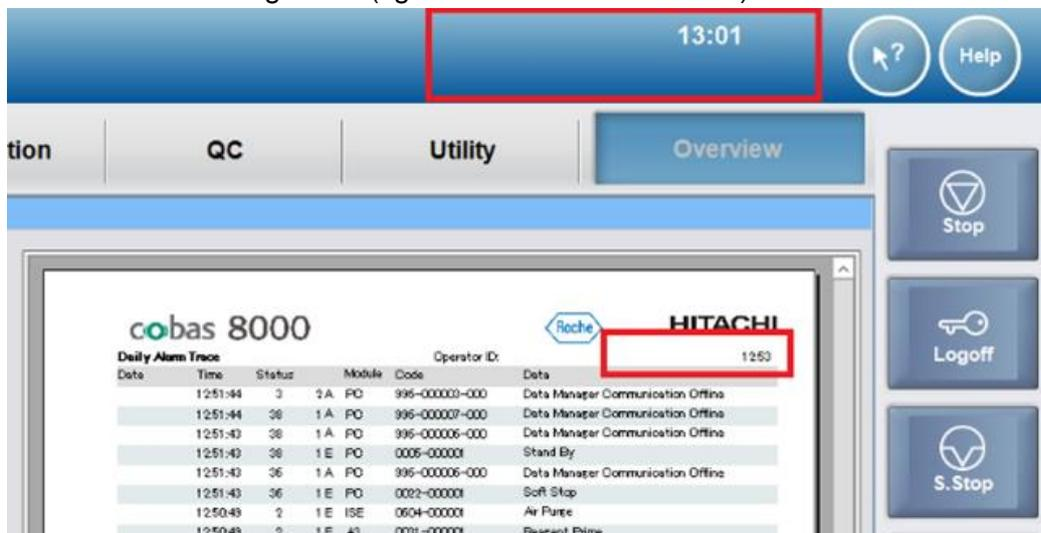

Abbildung 1: Fehlende Datumsanzeige
1. Die Datumsanzeige fehlt (vgl. rote Kästchen in Abb. 1).
Prüfen Sie, bevor Sie „Start“ wählen, bzw. mindestens einmal täglich, ob das Datum angezeigt wird (vgl. rote Kästchen in Abb. 1). Wird das Datum nicht angezeigt, ist das Gerät von einem Softwareproblem betroffen.